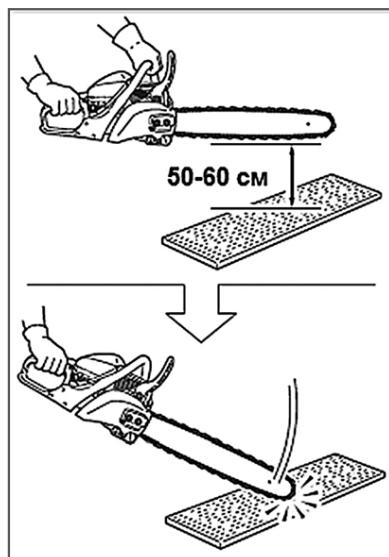

Рис. 8 Проверка инерционного тормоза
1. Возмитесь за переднюю и заднюю рукоятку бензопилы и держите ее так, чтобы она располагалась на высоте 50- 60 см от испытательной поверхности (Рис. 8).